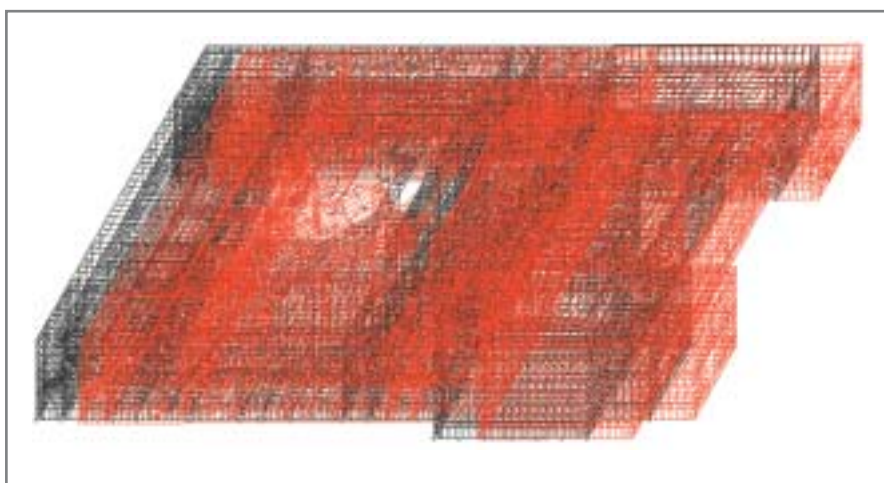

Рис. 11. Деформированная схема здания с РМСО (1-я форма колебаний)
6. Основной вклад в работу системы с РМСО (98%) вносят первые три формы колебаний. В отличие от базового проекта характер деформирования усиленного здания носит ярко выраженный поступательный характер (рис. 11). Конструкции и узлы системы колеблются как одно целое, что приводит к более равномер-